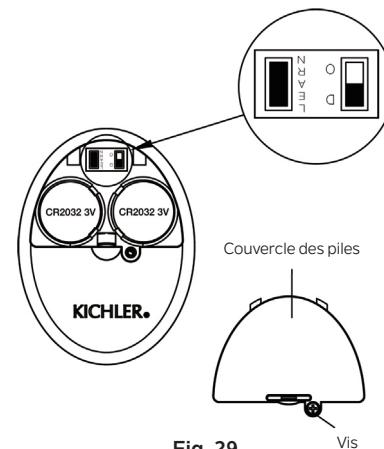

Fig. 29
Si non, la télécommande ne fonctionnera pas. Pour effectuer ce processus manuellement, suivez les étapes ci-dessous : Après l'installation et le câblage de l'unité, rétablissez l'alimentation de votre ventilateur, appuyez sur la touche « LEARN » et maintenez-la enfoncée pendant 1 à 3 secondes, le ventilateur se mettra en marche à vitesse moyenne et la lumière (si installée) s'allumera. Cela confirme que le processus d'apprentissage est terminé. Cette opération doit être effectuée dans les 30 secondes suivant la remise sous tension du ventilateur. (Fig. 29)
REMARQUE : Assurez-vous que l'interrupteur à glissière dans le compartiment à piles marqué « D O » est en position « D ». (Fig. 29)
Étape 4. Remettez le couvercle de la pile et serrez avec un tournevis. (Fig. 29)